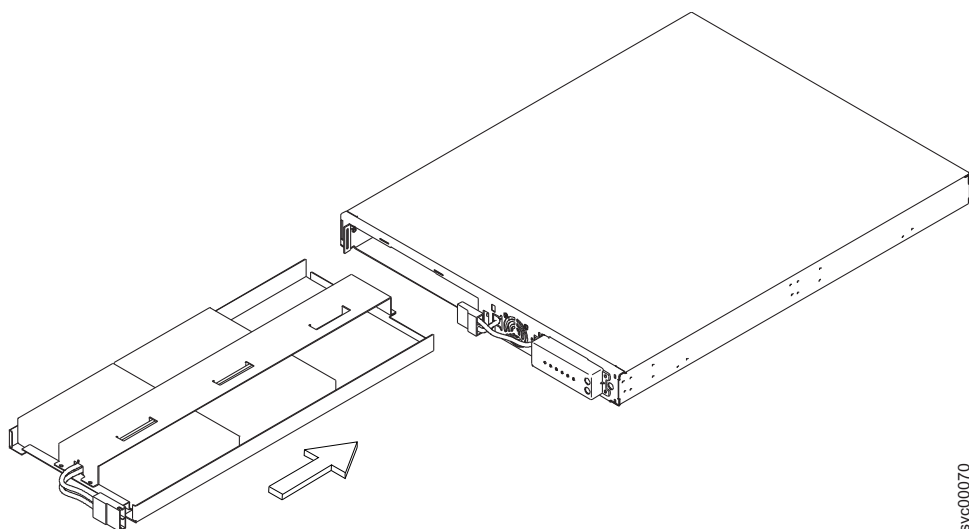

Figura 243. Substituindo a Bateria do 2145 UPS-1U
1. Deslize a bateria no 2145 UPS-1U, conforme mostrado na Figura 243 na página 289.